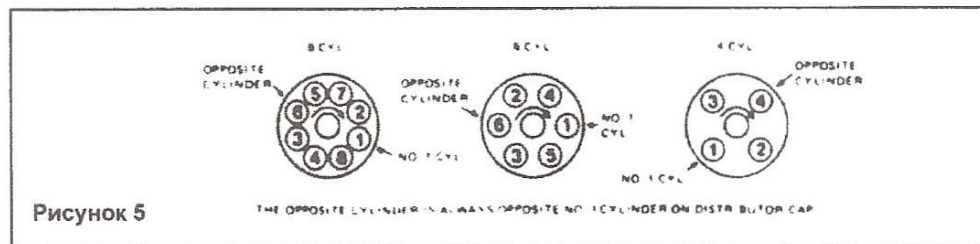

Рисунок 5
2. Подключите стробоскоп к проводу прямо напротив ( $180^\circ$ ) цилиндра №1 на крышке распределителя. (См. рис. 5).